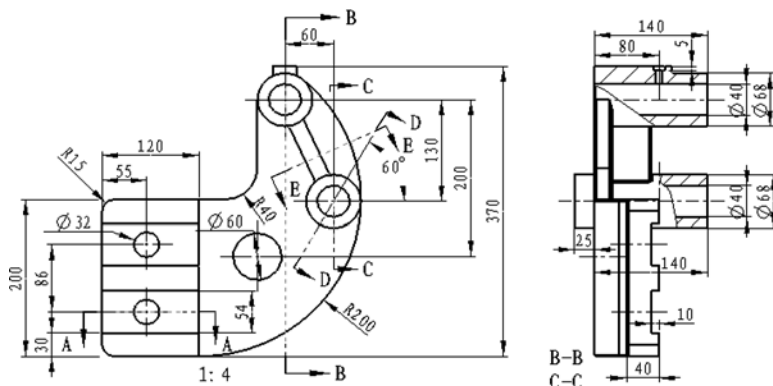

图 11.2.26 整理后主视图中的尺寸
Step3. 手动整理尺寸, 结果如图 11.2.26 所示。
(1) 将主视图和左视图的尺寸移动到合适的位置。
(2) 拭除主视图和左视图中多余的和不需要的尺寸。
(3) 手动添加剩余尺寸标注, 结果如图 11.2.26 所示。